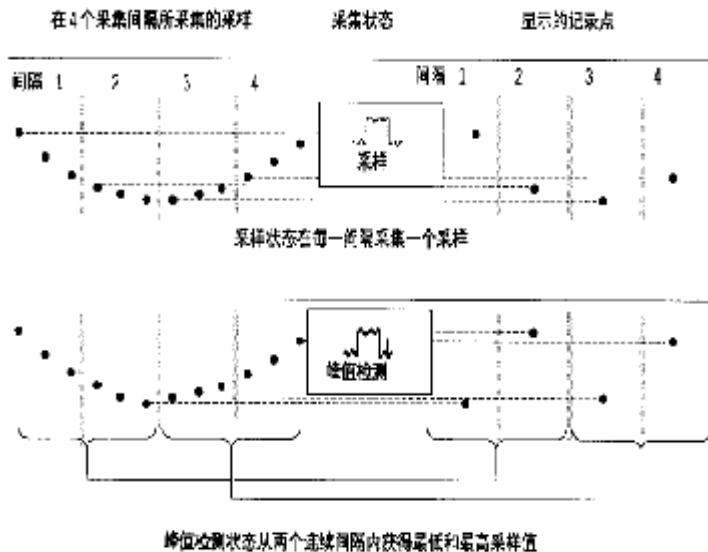

图 2-21 峰值检测示意图
**峰值检测方式:** 在这种获取方式下, 示波器在每个采样间隔中找到输入信号的最大值和最小值并使用这些值显示波形。这样, 示波器就可以获取并显示窄脉冲, 否则这些窄脉冲在“采样”方式下可能已被漏掉。在这种方式下, 噪声看起来似乎更大。时基在 50ms~1us 才有效, 其他时基自动转为普通采样模式。如图 2-21 峰值检测示意图。